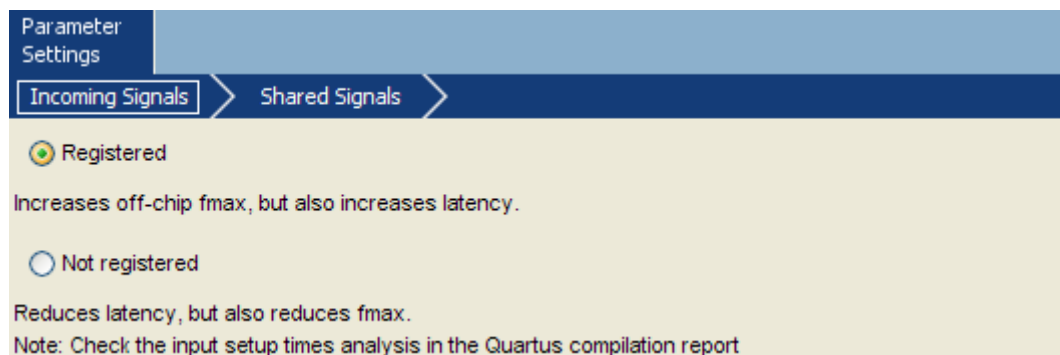

图 9-1 三态桥属性页
6. 添加 Bridges and Adapters ->Memory Mapped-> Avalon-MM Tristate Bridge: 属性第一页 Incoming Signals 选择 Registered。如果是 8.0 可以直接 Finish, 7.2 在第二页 Shared Signals 中将 data, address, read_n 都选上。如图 9-1。